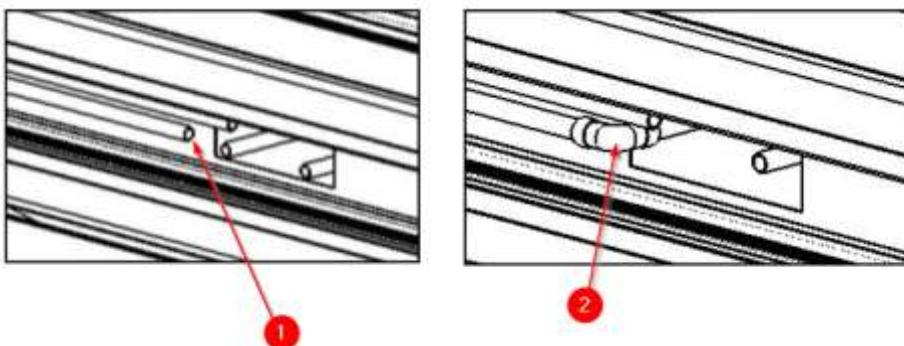

Abb. 10 Schneiden der Rohre und Anbringen der Kupferarmaturen
Nachdem das Installationsrohr und das Rohr des Geräts identifiziert und überprüft wurde, dass sie zum selben Kreislauf gehören, können beide auf die richtige Länge zugeschnitten (1) und mit dem entsprechenden Kupferzubehörstück verbunden werden (2). Nun kann geschweißt werden (siehe Abb. 10).